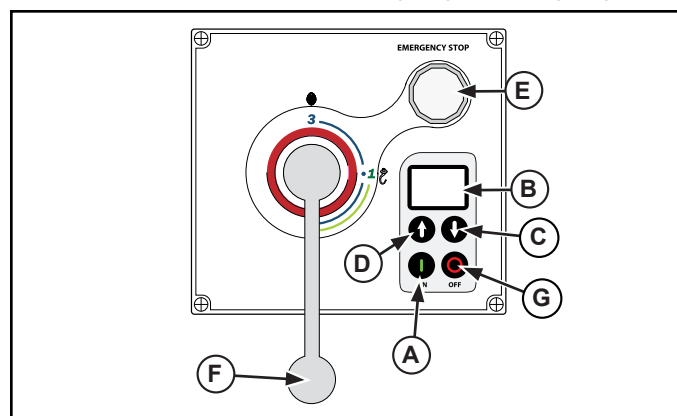

Figure 7. Panneau de commande du mélangeur 40 qt (44 l).
2. Sélectionnez la vitesse opératoire en fonction des ingrédients. Utilisez la manette de sélection de vitesse (F) pour régler la vitesse (Figure 7 ou 8).